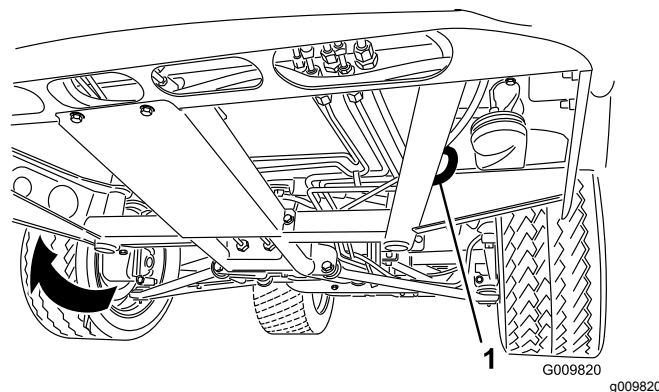
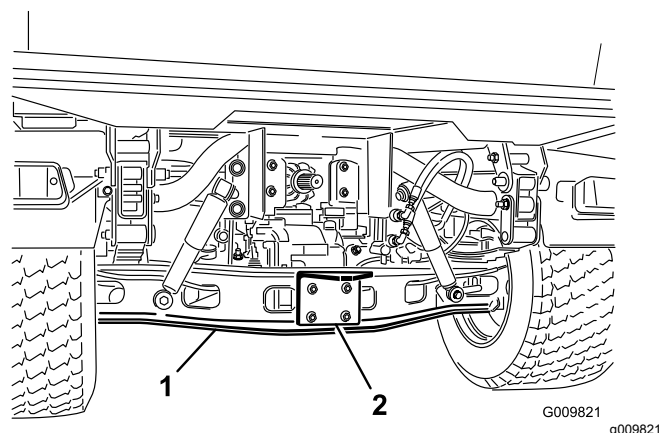

Рисунок 26
Рисунок 27
См. местонахождение точек крепления автомобиля на Рисунок 26 и Рисунок 27.
1. Прикрепите буксирный трос к сцепному устройству в передней части рамы автомобиля (Рисунок 26).